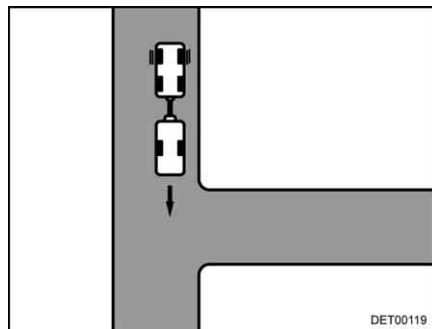

Bild 18 Anfahrt
- So weit an die Einfahrt fahren, bis das Heck des Caravans etwa auf der Höhe der Einfahrt ist (Bild 18).